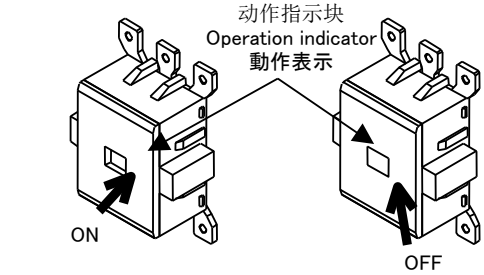

Fig.6
- 動作指示块能确认接触器的动作状态。(Fig.6)在工作过程中不要触摸动作指示块,可能会导致触电现象。而且,如果按下动作表示块,就不能进行顺序检查。另外,N14,N16的动作确认从外部是不能进行判断的。
- Operation indicator shows contactor operates or not. (Fig.6) Do not touch the operation indicator. Electric shock or burns may result. Even if the operation indicator is pushed, checking of control circuit wiring cannot be done. Type N14, N16 are not applied.
- 動作表示部の位置で動作状態の確認ができます。(Fig.6)動作表示部に触れないでください。感電、火傷の恐れがあります。なお動作表示部を押してのシーケンスチェックはできません。また,N14,N16形は動作の確認は外から出来ません。